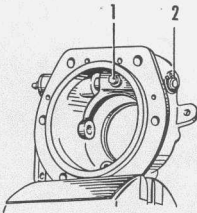

Bild 7-41
28. Bild 7-41: Kegelschraube zur Befestigung der Schaltgabel auf der Schaltwelle (Bild 7-41/1) herausrauben. Nach Abnehmen des Sicherungsringes am Ende der Schaltwelle (Bild 7-41/2) kann die Schaltwelle aus dem Gehäuse herausgenommen werden.